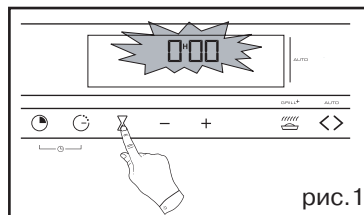

рис. 1
- Нажмите кнопку  (рис. 1) и удерживайте её до тех пор, пока не замигает индикатор таймера 0.00.